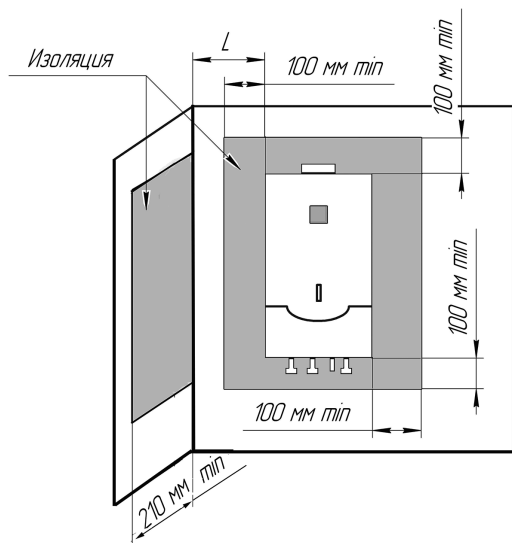

Рис. 1. Установка аппарата на трудносгораемых стенах.
6.5. Аппарат устанавливается на несгораемую кирпичную, бетонную (с облицовкой керамической плиткой или без неё) стену. Допускается установка аппарата на трудносгораемых стенах при условии изоляции стены оцинкованным листом толщиной 0,8-1 мм по листу базальтового теплоизоляционного картона БТК толщиной 3-5 мм. Изоляция стены должна выступать за габариты корпуса аппарата не менее чем на 100 мм с каждой стороны (см. рис.1), а расстояние от боковых поверхностей аппарата до трудносгораемых стен без применения изоляции должно быть не менее 250 мм. При уменьшении указанного расстояния до 150 мм необходима установка теплоизоляции.